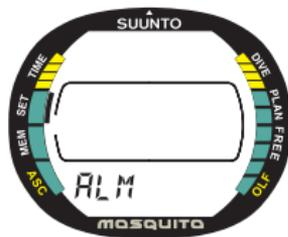

Fig. 4.5. Regolazione orario dell'allarme giornaliero.
1. Dalla funzione SET, premere **S** due (2) volte per selezionare Imposta Orario Allarme (Fig. 4.5.)